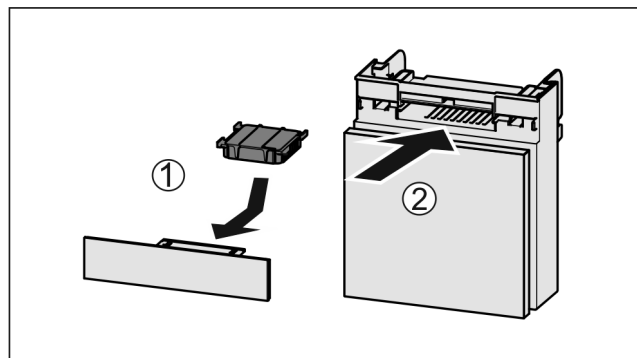

Fig. 145
- Filtr s aktivním uhlím vložte podle vyobrazení Fig. 145 (1).
- Zásuvku zasuněte Fig. 145 (2).